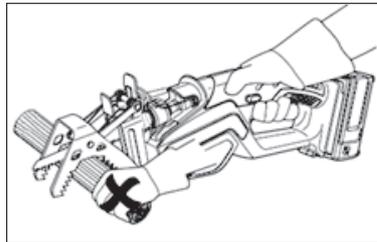

Fig. 16
2. Ne tenez pas la pièce à la main, mais utilisez des serre-joints pour la maintenir si nécessaire (Fig. 16).